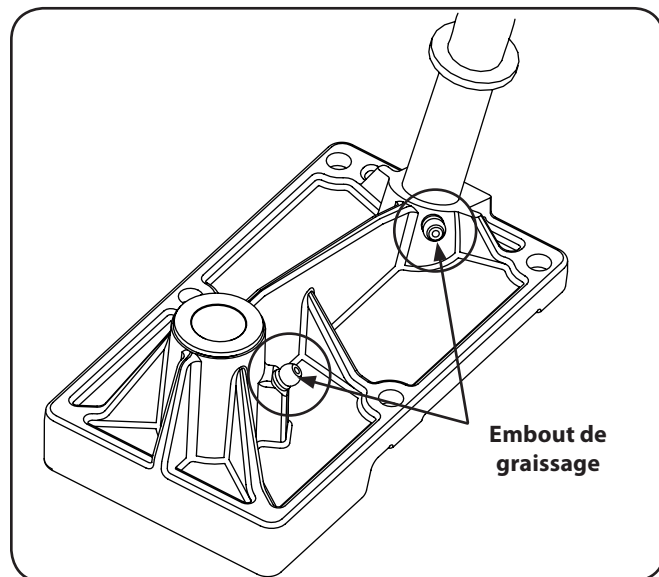

Figure 6-5
2. Localisez le graisseur du boîtier et l'arbre de direction sous la batterie. Voir la Fig. 6-5.